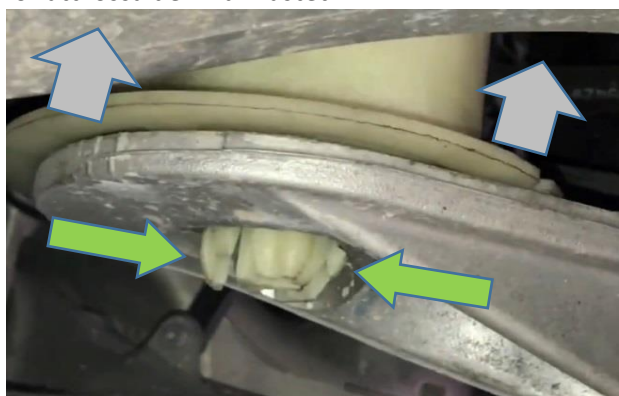

fig.3
6. När trycket är borta, tryck plastflänsarna inåt (gröna pilar) på nedre delen av luftfjädern. (fig.3). När plastflänsarna är fullt intryckta på luftfjäderns nedre del, tryck luftfjädern uppåt för att lossa den från fästet.